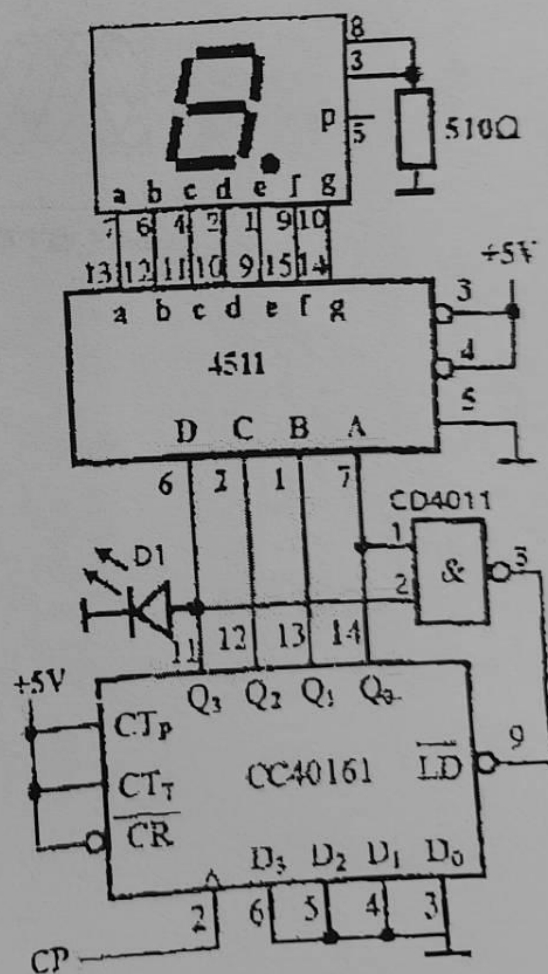

图 5
- 2、某同学设计的十进制计数译码显示电路原理如图 5 所示， D_1 是一个发光二极管， $CP=1\text{Hz}$ 的 TTL 信号。分析该电路是否存在缺陷，数码管的显示规律是什么？简要分析其原因。(2分)